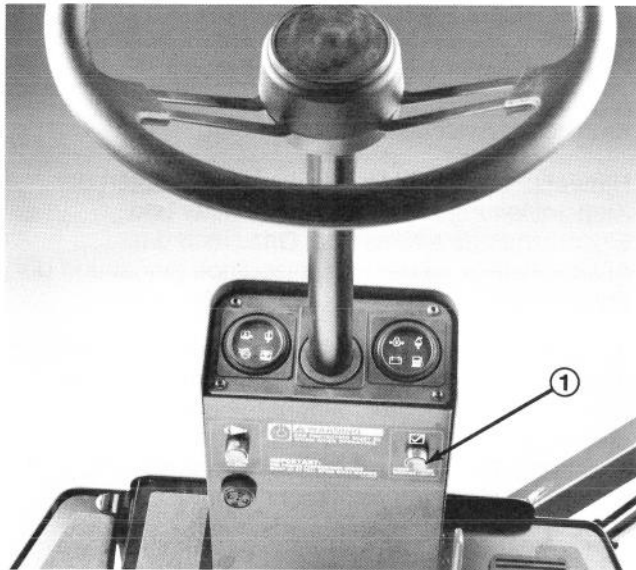

Bild 14
1. Die Feststellbremse anziehen und die Zündung einschalten. Den Warnleuchten-Testschalter drücken (Bild 14). Alle Leuchten sollten jetzt brennen und das Tonsignal hörbar sein.